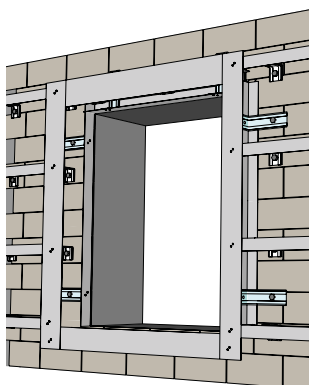
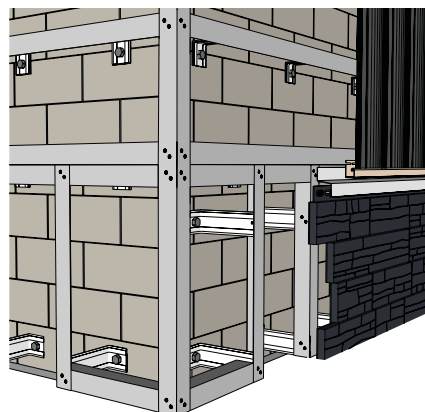
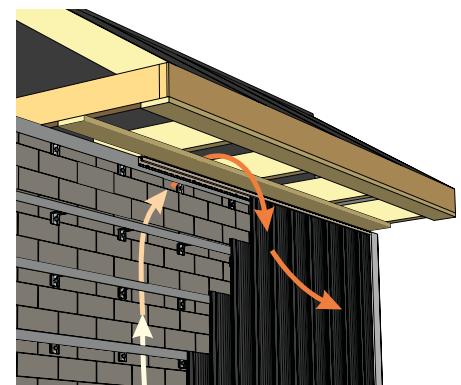

Рисунок 18.
Рисунок 19.
Рисунок 20.
- 9.9 Для металлической и деревянной обрешетки, вокруг оконных, дверных и прочих проемов (рис.18), между цокольной и фасадной частью (рис.19), между этажами, под кровельным свесом (рис. 20) обрешетка устанавливается сплошной и широкой (100-150 мм) для возможности крепления в нее доборных элементов и фасадного материала.